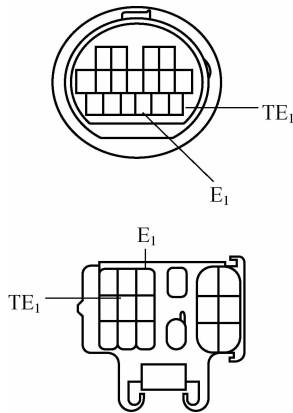

图 6-21 读取故障码的接头连接
- (1) 打开点火开关。
- (2)O/D 开关置于“ON”(通)位置。
- (3)短接自诊断接头 TE1 和 E1,如图 6-21 所示。